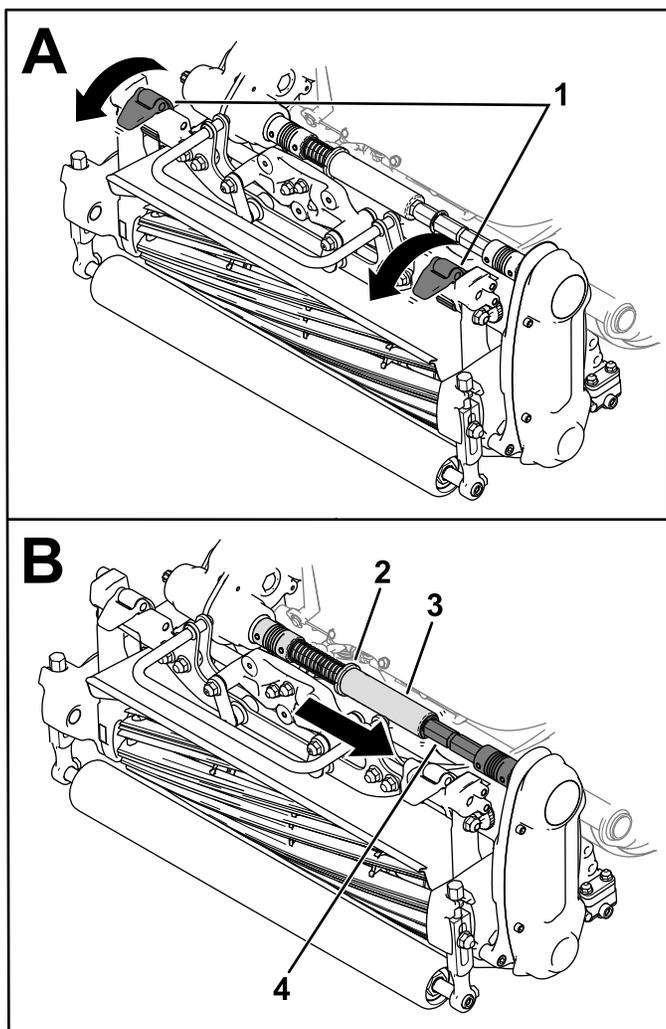

Figura 38
3. Mova os trincos da suspensão para baixo para prender a unidade de corte à máquina (Figura 38).
4. Mova o anel para fora da ranhura do veio da união da transmissão e insira o tubo hexagonal no veio da união da unidade de corte (Figura 38).